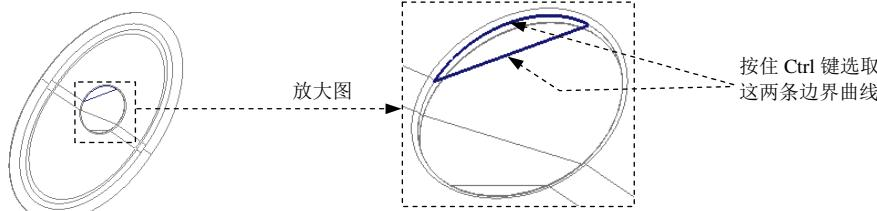

图 21.16 定义边界曲面 1
(1) 单击 **模型** 功能选项卡中的 **切口和曲面** 按钮，在系统弹出的菜单中依次单击 **曲面** → **边界混合**，系统弹出“边界混合”操控板。
(2) 定义边界曲线。按住 Ctrl 键，依次选取图 21.16 所示的两条边界曲线。
(3) 在操控板中单击 **完成** 按钮，完成边界曲面 1 的创建。